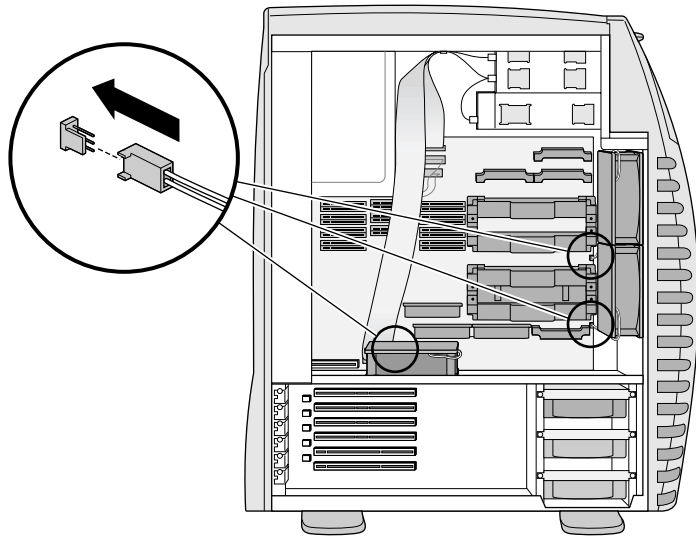

Abbildung 7-15 Installation des Lüfterkabels
6. Verbinden Sie das Lüfterkabel mit der Systemplatine, wie in Abbildung 7-15 dargestellt. Der Stecker ist so konstruiert, daß er nur in einer Richtung angeschlossen werden kann.